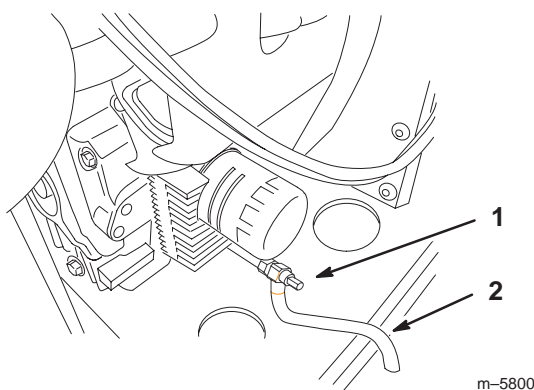

Figure 39
3. Placez le flexible sur le robinet de vidange pour diriger l'huile dans le bac de vidange (Fig. 39).
4. Placez un bac sous le flexible de vidange. Tournez le robinet de vidange d'huile pour permettre à l'huile de s'écouler (Fig. 39).
6. Enlevez le flexible de vidange. Rangez le flexible dans un endroit où vous pourrez le retrouver facilement lorsque vous en aurez besoin (Fig. 39).